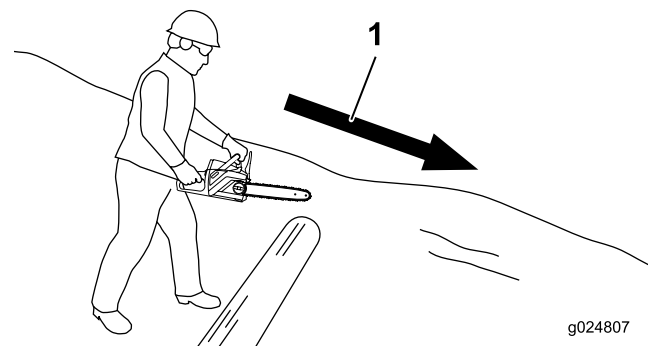

Figura 22
- Si el tronco está en una pendiente, colóquese siempre cuesta arriba respecto al tronco (Figura 22).